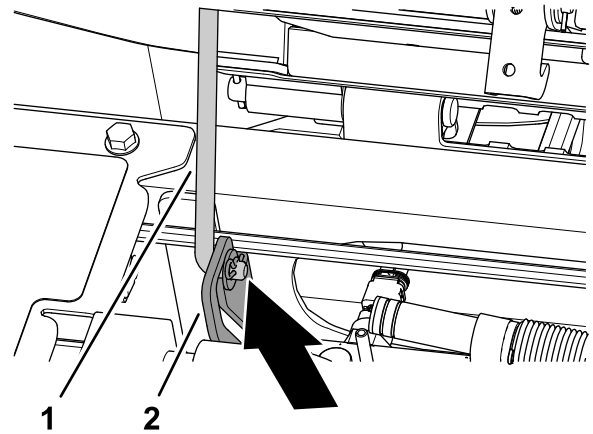

Figure 98
3. Veillez à engager la béquille du siège avant dans le cran de la fente de blocage de la plaque de guidage de la béquille (Figure 98).